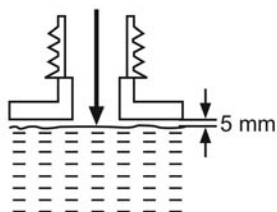

Fig. 11
- > Utilizați numai amestecul de ulei/benzină specificat. Nu supraalimentați rezervorul. Lăsați un spațiu de cel puțin 5 mm între nivelul de combustibil și partea superioară a rezervorului [6] pentru a permite dilatarea (Fig. 11).